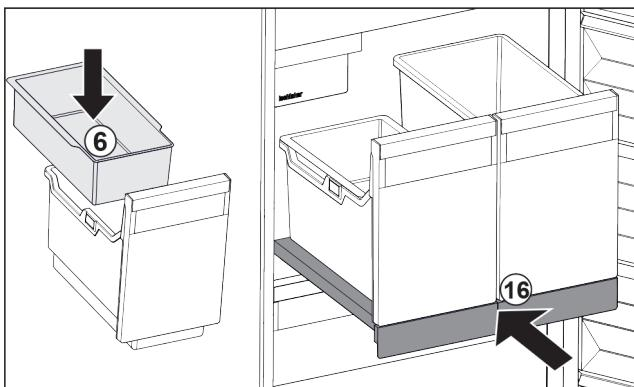

Fig. 25
- Vsadte závěsnou misku Fig. 25 (6) pro kostky ledu.
- Zasuňte vysouvací příhrádku s nádobou (IceTower). Fig. 25 (16)